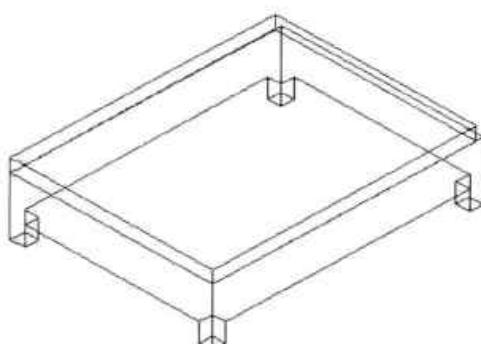

图14-61 绘制床垫模型
**Step08** 执行“长方体”命令，绘制长 1950mm、宽 1500mm、高 100mm 的长方体，作为床垫，放置在图形合适位置，如图 14-61 所示。